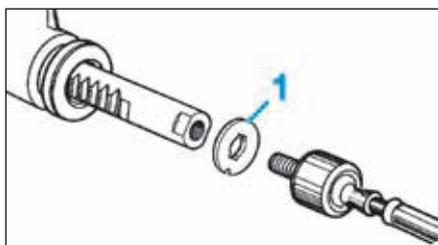

FIG.18
- Remplacer le limiteur (1) sur le boîtier de direction (Fig.18).